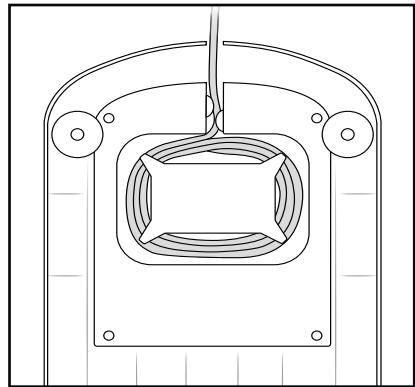

Abb. 6
- Wickeln Sie zur Aufbewahrung das Netzkabel um die Kabelaufwicklung **19** (Abb. 6).